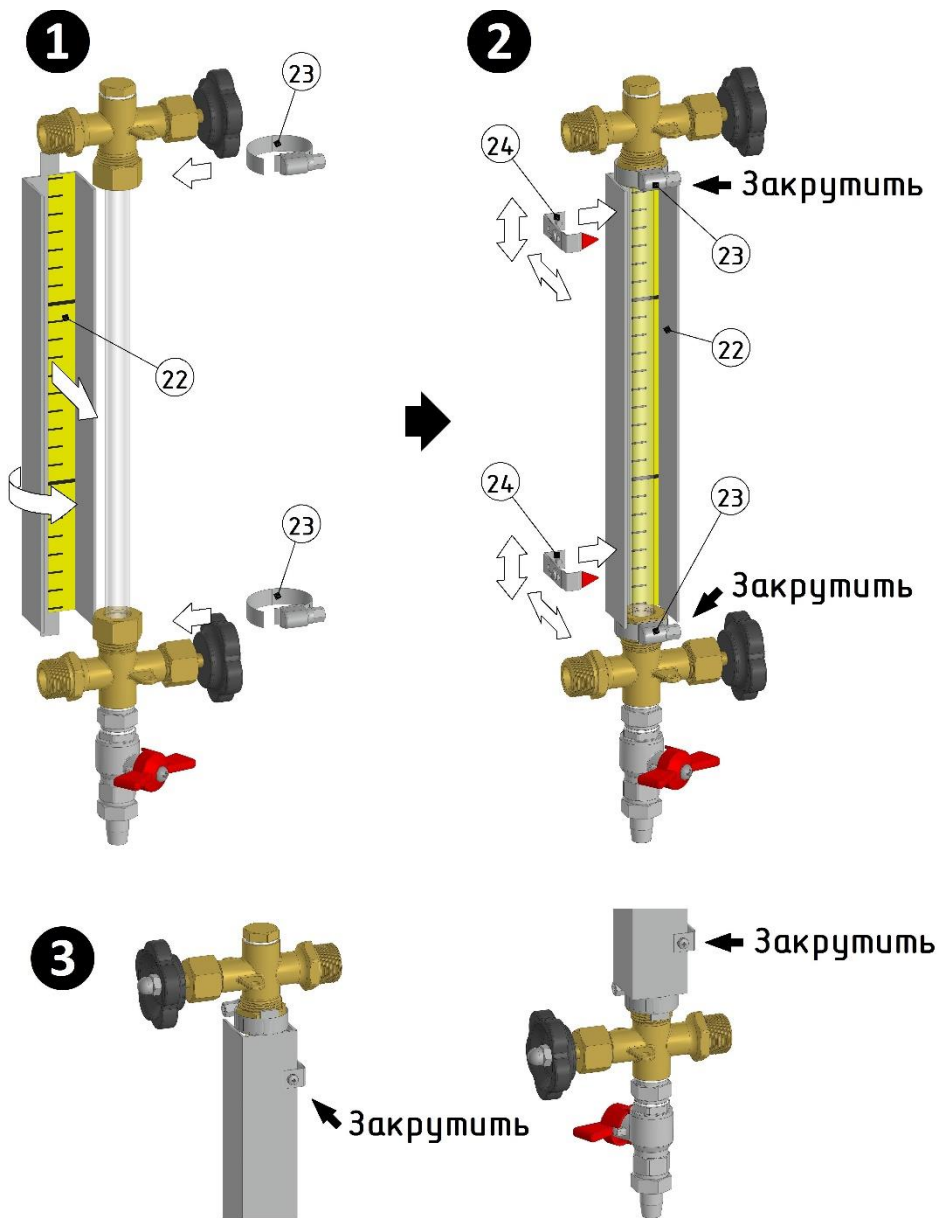

Рисунок 8.3 – Схема установки защитного кожуха
- 11) При успешном испытании на герметичность перед началом эксплуатации установите защитный кожух из комплекта поставки (см. рисунок 8.3):